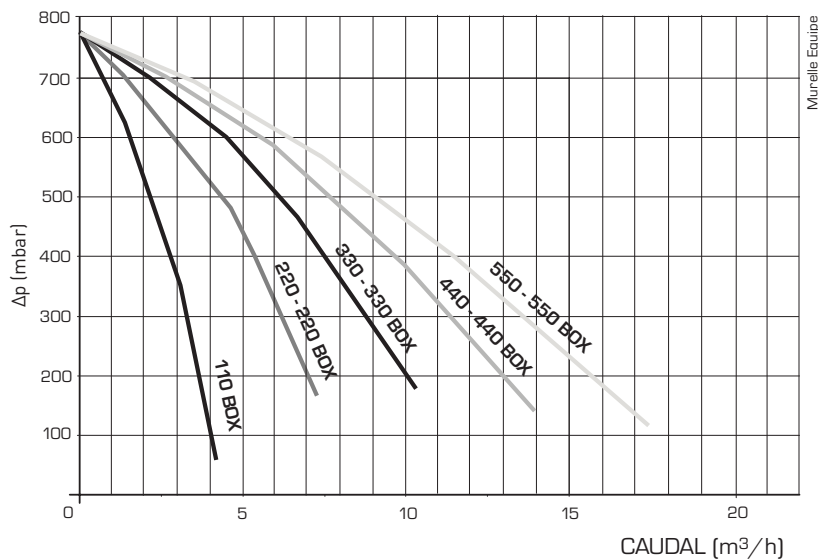

Fig. 3
1.5 PREVALENCIA RESIDUAL DISPONIBLE PARA LA INSTALACIÓN EN LOS EMPALMES DE IDA Y RETORNO DE LOS COLECTORES (fig. 3)